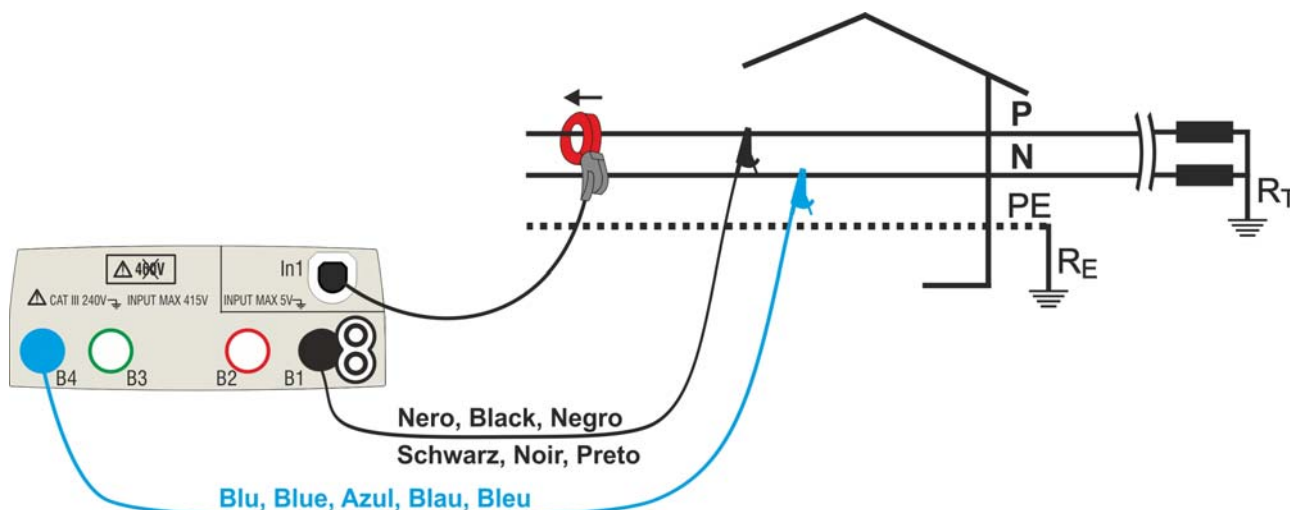

Fig. 34: Collegamento per misura su impianto Monofase
4. Inserire i connettori blu e nero dei cavi singoli nei corrispondenti terminali di ingresso dello strumento B4, B1. Inserire all'estremità dei cavi rimasta libera i corrispondenti coccodrilli o puntali. Connettere i coccodrilli, puntali alla fase P e N in accordo alla Fig. 34 per la misura della tensione in sistemi Monofase o alle fasi L1 e L2 in accordo alla Fig. 35 per la misura della tensione in sistemi Trifase equilibrati. Collegare la pinza esterna all'ingresso **In1** dello strumento e al conduttore di fase per sistemi Monofase o alla fase L3 per sistemi Trifase equilibrati. La freccia presente sulla pinza deve seguire il verso in cui fluisce la corrente, normalmente da generatore verso il carico come mostrato nelle Fig. 34 e Fig. 35.